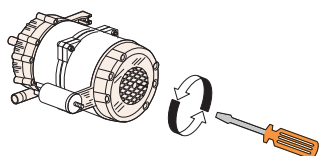

fig. 15
1. Contrôler la roue de la pompe de rinçage. La roue est bloquée: tourner l'arbre moteur à l'aide d'un tournevis (voir fig. 15).
3. Contrôler la roue de la pompe de rinçage. La roue est bloquée: tourner l'arbre moteur à l'aide d'un tournevis (voir fig. 15).